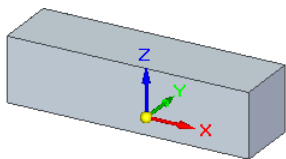

图 8.13.69 拉伸特征 1
(1) 选择命令。选择下拉菜单  → **属性** →  **材料表** 定义和编辑零件材料。命令，系统弹出“Solid Edge 材料表”对话框。
(2) 定义钣金参数。在“Solid Edge 材料表”对话框中单击 **量规** 选项卡，在 **材料厚度(T):** 文本框中输入值 2.0，在 **折弯半径(R):** 文本框中输入值 3.0，其他选项采用系统默认设置；单击 **应用于模型** 按钮，完成设置。
Step4. 创建图 8.13.69 所示的拉伸特征 1。
(1) 选择命令。单击“主页”功能选项卡“实体”区域中的“拉伸”按钮 。
(2) 定义特征的截面草图。
① 选取草图平面。在系统 **单击平的面或参考平面。** 的提示下，选取前视图(XZ)平面作为草图平面。